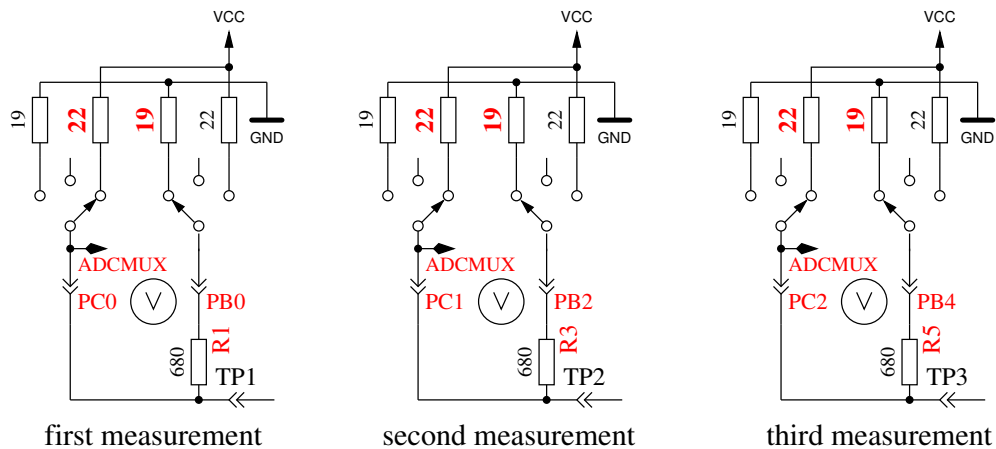

Abbildung 5.47: Messung des Innenwiderstandes des auf VCC geschalteten Port-C-Ausgängen.
9. **Messung des Innenwiderstandes von auf VCC geschalteten Port-Ausgängen.** Der benötigte Strom wird von auf GND geschalteten 680Ω-Widerständen geliefert. Es ist die gleiche Messung wie die in Test 8 zur anderen Seite, wie in Abbildung 5.47 gezeigt wird. Der Innenwiderstand wird wie folgt berechnet: Um den Strom zu berechnen: $(5001 - (\text{Ergebnis von Test 8}) - (\text{Ergebnis von Test 9})) / 680$. Die Widerstandswerte ergeben sich, wenn die gemessene Spannung durch diesen Strom dividiert wird. Der gefundene Mittelwert der Innenwiderstände der Ausgabe-Ports wird im EEprom festgehalten. Das Ergebnis für diesen Test wird dann in Zeile 1 mit dem Text „RI_Hi=” in Ω angezeigt, der Innenwiderstand zur GND-Seite wird in Zeile 2 mit dem Text „RI_Lo=” angezeigt. Diese Werte stehen dann für weitere Messungen zur Verfügung.